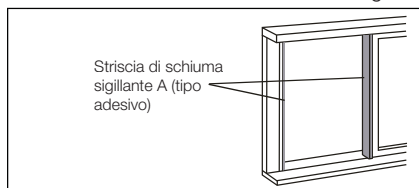

Fig. 18
- Tagliare le strisce di schiuma sigillante (tipo adesivo) nelle lunghezze desiderate e fissarle sul telaio della finestra. Vedi fig. 18.